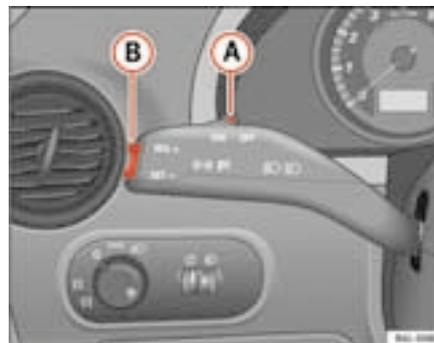

Fig. 103 Alavanca dos indicadores de direcção e máximos: comando e interruptor basculante para o regulador de velocidade
- Empurrar o cursor ⇒ fig. 103 **(A)** para esquerda para **ON**.